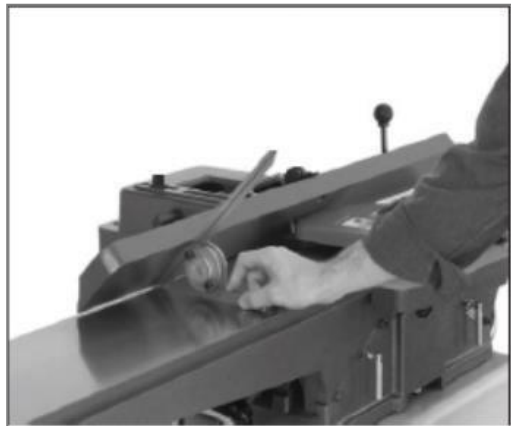

Рис. 21
1. Угольником под 45° отрегулировать параллельный упор в положение под 45° вовнутрь, как показано на **Рис. 21**.